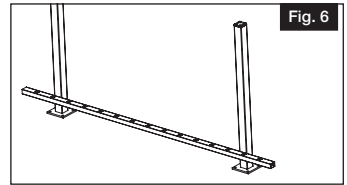

Fig. 6
- Coloque el riel inferior a través de la abertura del poste dejando un espacio equivalente entre el último balaustre y el poste en cada extremo. Asegúrese de que haya una distancia uniforme entre el orificio del balaustre y el poste (Fig. 6).